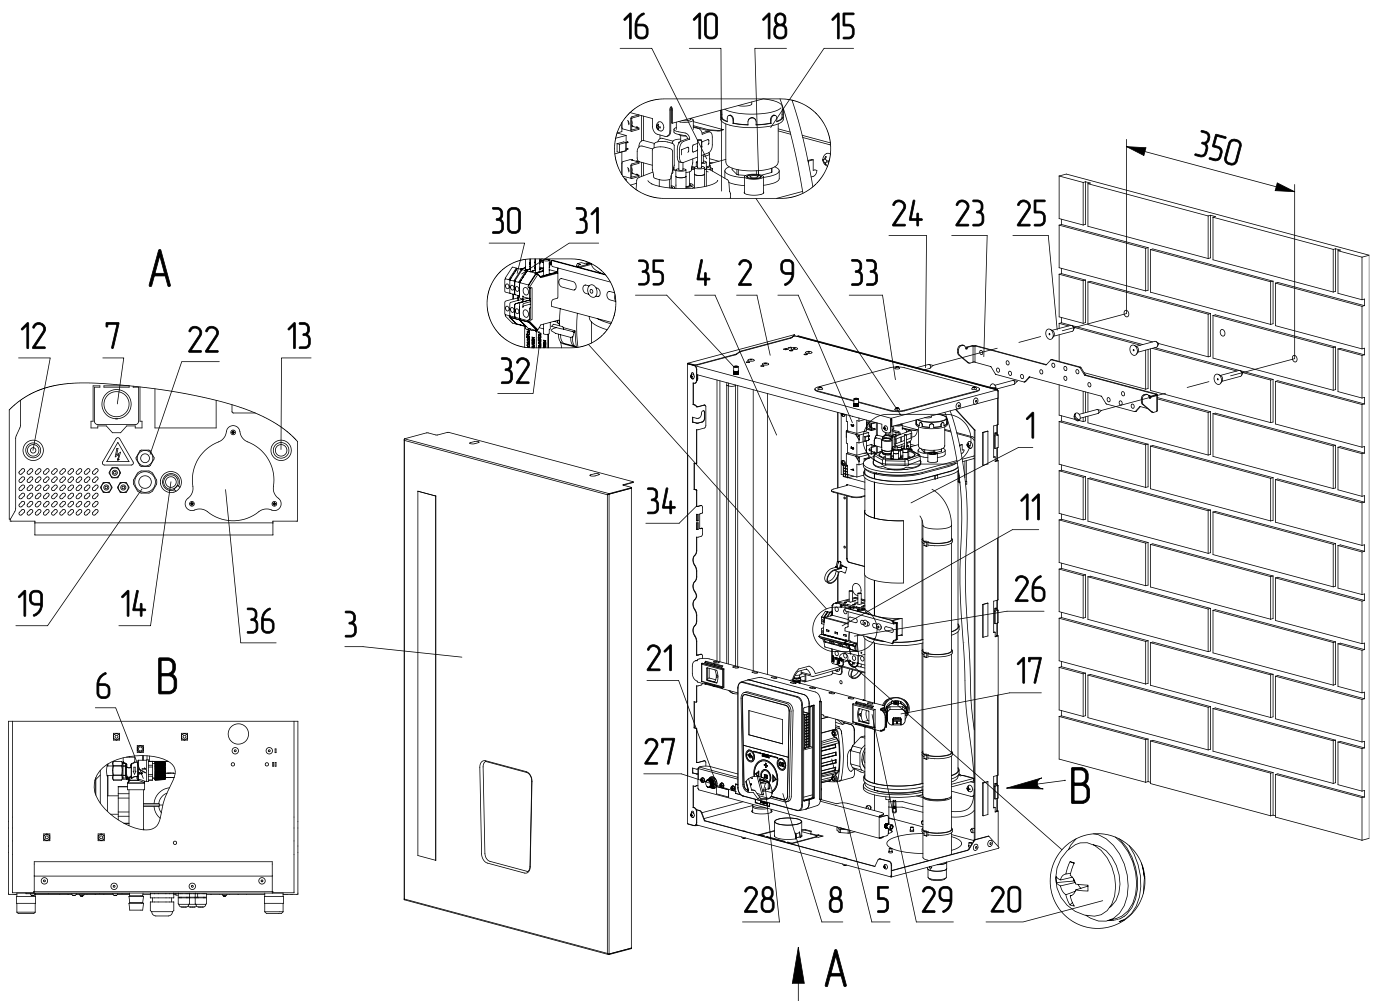

Рис.3 Устройство электрического котла GTM CLASSIC E350 4,5-24 кВт
Закрепите настенный кронштейн на вертикальной поверхности в необходимом месте с помощью шурупов, входящих в комплект, и установите на него котел, как показано на **рис.3, 4**;
- извлечь перемычки (**рис.3, 4 поз.32**);
- подключить провода фазы «L» к колодке (**рис.3, 4 поз.30**);
- подключить провода нейтрали «N» к колодке (**рис.3, 4 поз.31**).
- включить вводной автомат (**рис.3, 4 поз.11**) вместе с расцепителем в верхнее положение;
- перевести выключатель (**рис.3, 4 поз 27**) в положение ВКЛ;